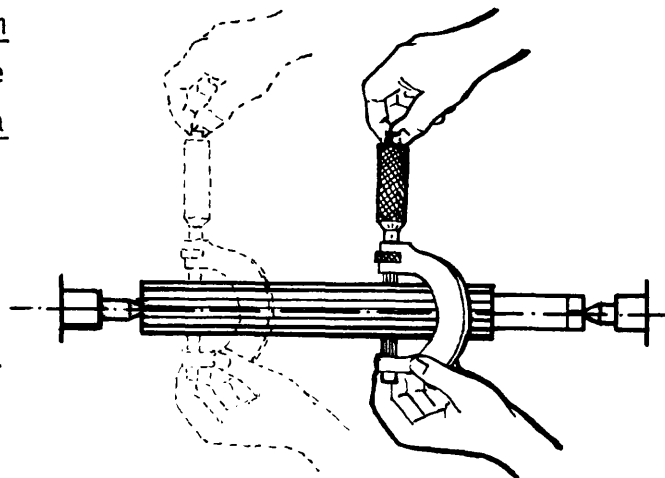

Fig. 7
- e Verifique con micrómetro los diámetros en los extremos de la herramienta (fig. 7).